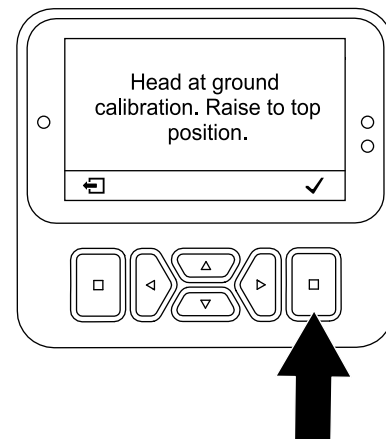

Figura 108
- Se os dentes começarem a penetrar no solo – prima o botão de selecção (Figura 108) e execute a aplicação TEACH GROUND HEIGHT; consulte a secção Executar a aplicação Teach Ground Height \(página 40\).